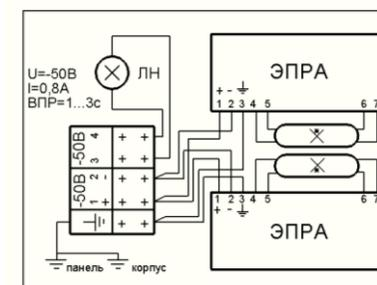

Рис. 2
2.3 Схема электрическая светильника на рис.2.